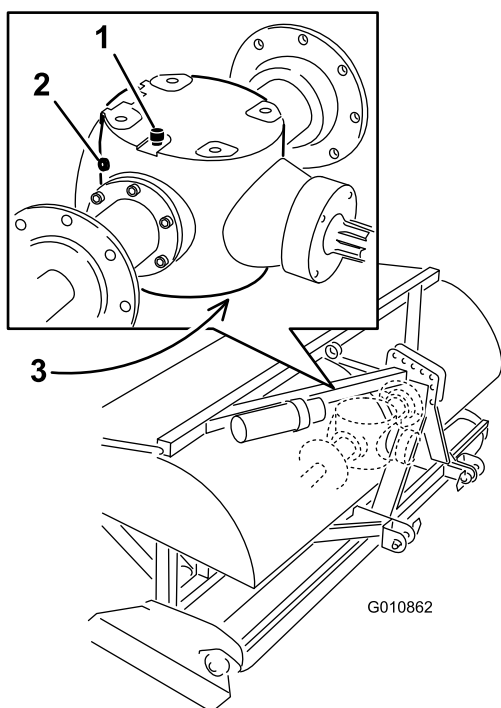

図 44
3. ギアボックスの点検プラグを外す 図 44。
4. 点検プラグの穴のふちまで油量があればよい 図 44。
1. 内部に異物が侵入しないよう、通気/補給プラグおよびドレンプラグの周囲をきれいに拭く 図 44。